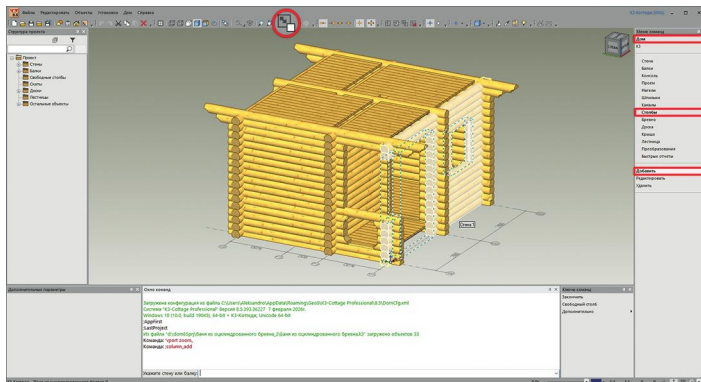

рис. 52
2. На вспомогательной панели (справа от видовых окон) выберите команду **Дом/Столбы/Добавить**. Затем щелчком левой кнопкой мыши укажите стену, брёвна которой хотите подпереть столбом. В нашем случае это **стена 1** (на рис. 52 подсвечивается белым цветом).